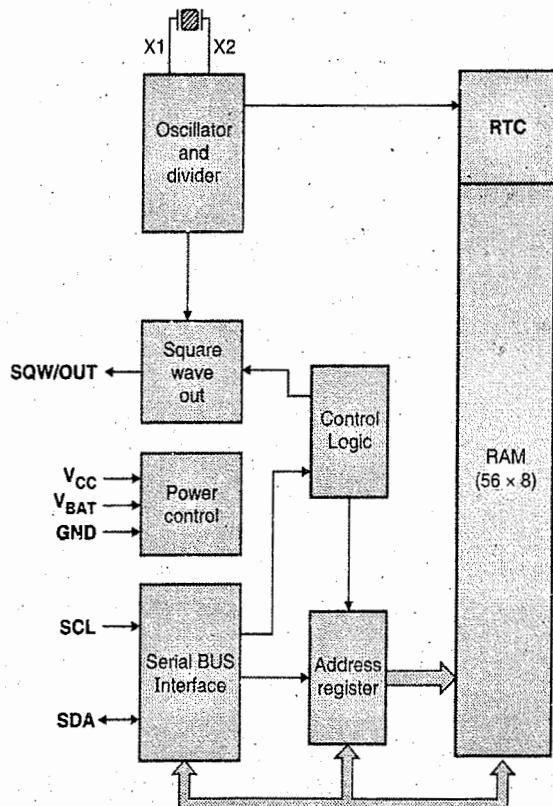

Fig 14.4.1 : Block diagram of DS1307 RTC
- Fig 14.4.1 shows the block diagram of DS1307 RTC .On the I2C bus the RTC behaves like a slave device.